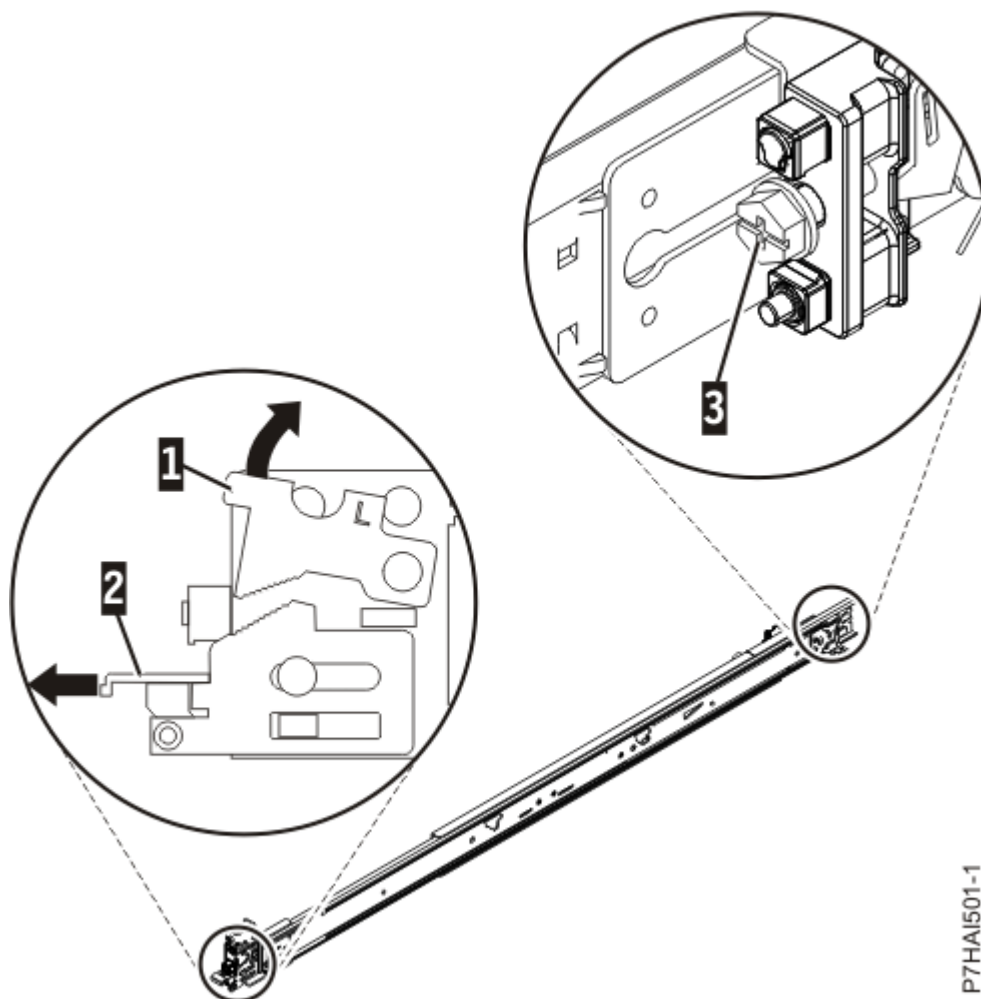

Figura 2. Apertura del pestillo frontal y extracción del tornillo posterior
2. Empuje hacia arriba la pestaña de bloqueo **(1)** en la parte frontal, y tire del pestillo frontal **(2)** de la parte frontal del riel. A continuación, extraiga el tornillo de la parte posterior del riel **(3)**. Para obtener detalles, consulte la Figura 2 en la página 4.